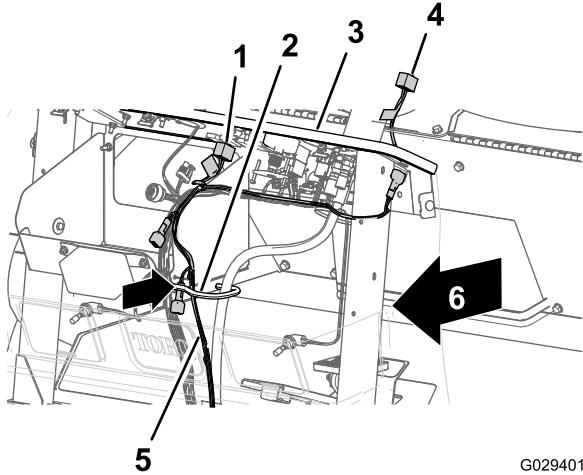

Figura 14
- Inserite la diramazione del cruscotto da 240 cm del cablaggio preassemblato attraverso il gommino nell'apertura del diaframma anteriore e all'interno del gancio del cavo e del flessibile (Figura 14).